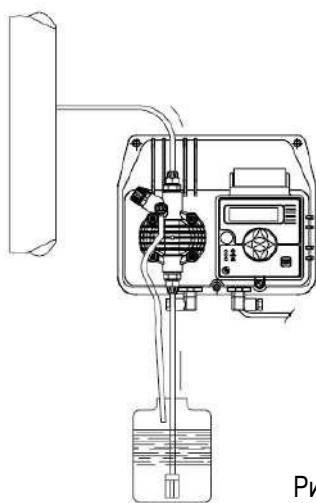
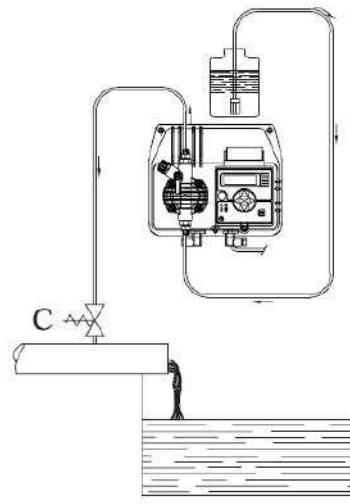

Рис. 5
Рис. 6
c. – Розмістіть насос, як показано на рис. 5, враховуючи, що його можна встановлювати, як вище, так і нижче рівня дозованої рідини, при цьому перепад рівнів не повинен перевищувати 2-х метрів. Якщо система працює при атмосферному тиску (без зворотного), а ємність з реагентами розташована вище насоса (рис. 6) необхідно часто перевіряти стан клапана вприску, тому що його знос може викликати попадання реагенту в систему навіть при вимкненому насосі. Якщо дана проблема з'являється, Вам необхідно встановити антисифонний клапан С між точкою викиду і клапаном. Не встановлюйте насос над ємністю з хімічними препаратами, що виділяють велику кількість парів, за винятком випадків, коли ємність герметично закупорена.